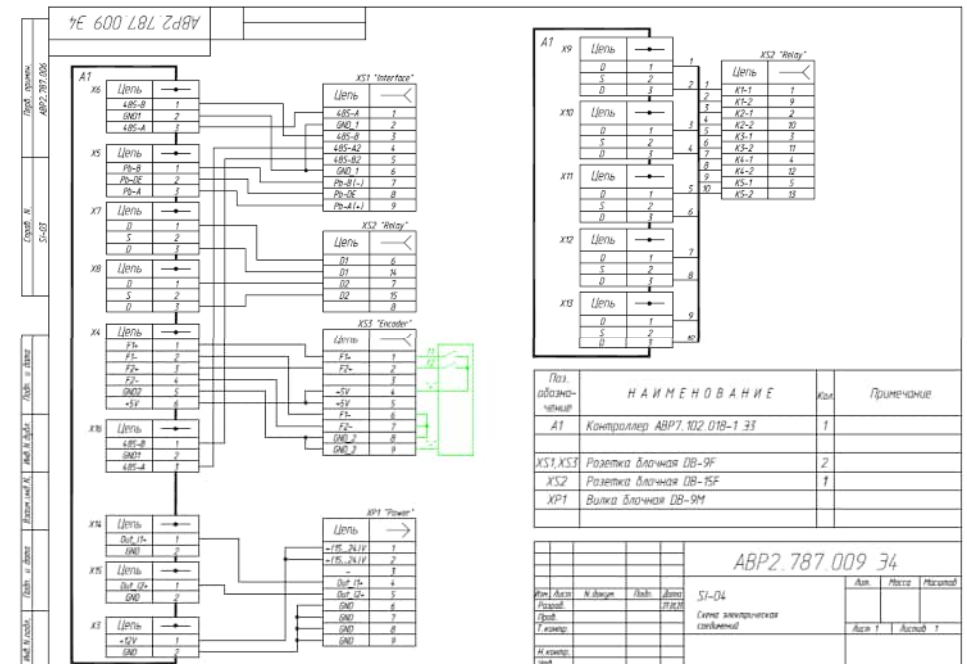

Рис. 2-1
P.8 SC1.	Полный диапазон выходного сигнала, миллиметры. Вводимое значение определяет масштаб выходного аналогового сигнала канала 1 – “Out_I1+” (Рис. 2-1, 2-2).
P.9 UP1.	Верхний уровень, при котором срабатывает реле канала 1, миллиметры. При достижении значения выше установленного срабатывает реле К1 и замыкает выходные контакты К1-1 и К1-2 (Рис. 2-1, 2-2).
P.10.dn1.	Нижний уровень, при котором срабатывает реле канала 1, миллиметры. При достижении значения ниже установленного срабатывает реле К2 и замыкает выходные контакты К2-1 и К2-2 (Рис. 2-1, 2-2).
P.11.SC2.	Полный диапазон выходного сигнала, миллиметры. Вводимое значение определяет масштаб выходного аналогового сигнала канала 2 – “Out_I2+” (Рис. 2-1, 2-2).
P.12.UP2.	Верхний уровень, при котором срабатывает реле канала 2, миллиметры. При достижении значения выше установленного срабатывает реле К3 и замыкает выходные контакты К3-1 и К3-2 (Рис. 2-1, 2-2).
P.13.dn2.	Нижний уровень, при котором срабатывает реле канала 2, миллиметры. При достижении значения ниже установленного срабатывает реле К4 и замыкает выходные контакты К4-1 и К4-2 (Рис. 2-1, 2-2).
P.14.dEF.	Вводимое значение в миллиметрах для работы системы определения дефектов. При достижении значения выше установленного срабатывает реле К5 замыкает выходные контакты К5-1 и К5-2 (Рис. 2-1, 2-2) на 200 мс. При этом внутренний счётчик дефектов увеличивается на 1. Максимальное количество счётчика дефектов не более 255.
**Разъем “Encoder”.** Через разъем производится подключение внешнего энкодера. Возможно 2 основных типа подключения, которые обозначены на Рис. 2-1, 2-2 – с активным положительным уровнем выходного сигнала – PNP выход, рис. 2-1 (зеленый цвет схемы подключения), и с активным отрицательным уровнем выходного сигнала – NPN выход, Рис. 2-2 (красный цвет схемы подключения). Если энкодер имеет двухтактный выходной каскад, схема соединения может быть любой из двух указанных на рисунках. Питание энкодера гальванически развязано с основной схемой питания.
На рис. 2-1, 2-2 показана схема выходных контактов устройства. Отличие схем в способе подключения внешнего энкодера.
P.12.UP2.	Верхний уровень, при котором срабатывает реле канала 2, миллиметры. При достижении значения выше установленного срабатывает реле K3 и замыкает выходные контакты K3-1 и K3-2 (Рис. 2-1, 2-2).
P.13.dn2.	Нижний уровень, при котором срабатывает реле канала 2, миллиметры. При достижении значения ниже установленного срабатывает реле K4 и замыкает выходные контакты K4-1 и K4-2 (Рис. 2-1, 2-2).
P.14.dEF.	Вводимое значение в миллиметрах для работы системы определения дефектов. При достижении значения выше установленного срабатывает реле K5 замыкает выходные контакты K5-1 и K5-2 (Рис. 2-1, 2-2) на 200 мс. При этом внутренний счётчик дефектов увеличивается на 1. Максимальное количество счётчика дефектов - 255.
n0.F.Out.	0 – управление осуществляется через аналоговый канал 1 (выход 4 разъема XP1), аналоговый канал 2 – установка значения выходной мощности (0 - 100) % (выход 5 разъема XP1). Рис. 2-1, Рис. 2-2. 1 – управление осуществляется через аналоговый канал 2 (выход 5 разъема XP1), аналоговый канал 1 – установка значения выходной мощности (0 - 100) % (выход 4 разъема XP1). Рис. 2-1, Рис. 2-2.